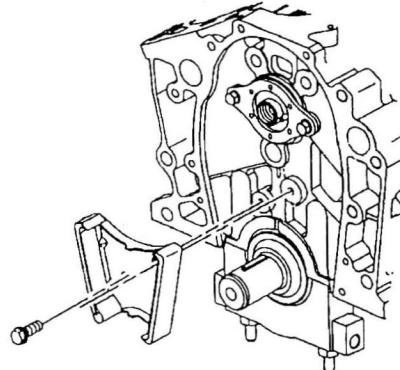

图 1-2-7 安装减振器螺栓
- 安装正时链条减振器螺栓（图 1-2-7）。紧固正时链条减振器螺栓至 $21\text{N}\cdot\text{m}$ 。